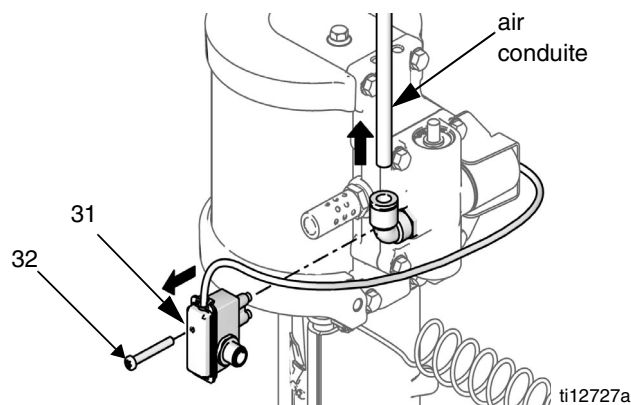

FIG. 3 : Dépose de l'ensemble de commutateur à lames & de la conduite d'air
1. **Pour moteurs avec DataTrak** : retirez une vis pour déconnecter le commutateur à lames de la vanne d'air. Consultez la FIG. 3, page 9.
2. Utilisez une clé à douille de 10mm pour retirer les quatre vis (18). Retirez la vanne d'air (17) et le joint (16*♦).
4. Retirez les quatre vis (18) puis le collecteur (15*) et les deux joints (14*).
5. Utilisez une clé à douille de 10mm pour retirer les vannes de commande (19) des capots supérieur et inférieur.